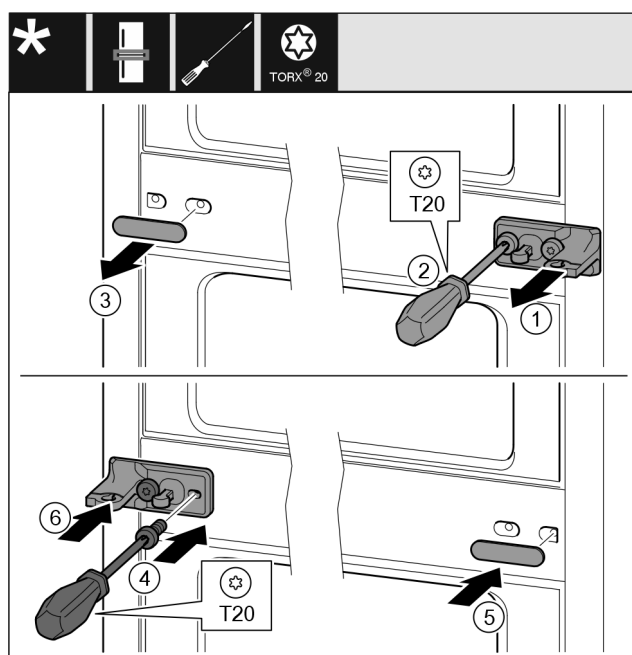

Fig. 43
- ▶ Húzza le az alátétet *Fig. 43 (1)*.
- ▶ Tekerje ki a csavarokat *Fig. 43 (2)* csavarhúzóval.
- ▶ Óvatosan húzza le a fedelet *Fig. 43 (3)*.
- ▶ Csavarozza fel szilárdan, 180° -kal elfordítva a csapágybakot a fóliával *Fig. 43 (4)* a másik oldalra.
- ▶ Szerelje fel a fedelet *Fig. 43 (5)* 180° -kal elfordítva a másik oldalra.
- ▶ Tolja fel az alátétet *Fig. 43 (6)* előlről.